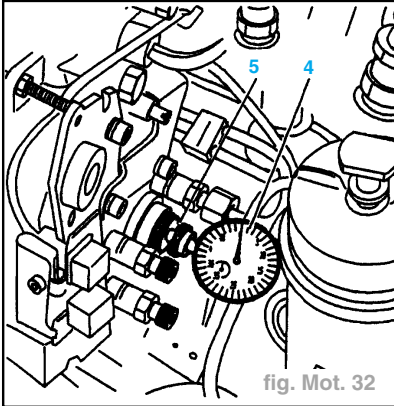

fig. Mot. 32
- les tuyaux injecteurs (2) (cylindres n°1 et n°2).
- le bouchon de l'orifice de calage (3).
- Équiper le comparateur (4) 3089-T de la touche (3) 5003-TD (fig. Mot. 32).
- Placer le comparateur sur le support (5) 7010-T.
- Tourner le moteur en arrière et rechercher le PMB de la pompe d'injection jusqu'à ce que l'aiguille du comparateur (4) ne bouge plus (fig. Mot. 32).
- l'ensemble comparateur (3), (4), et (5) (fig. Mot. 32).